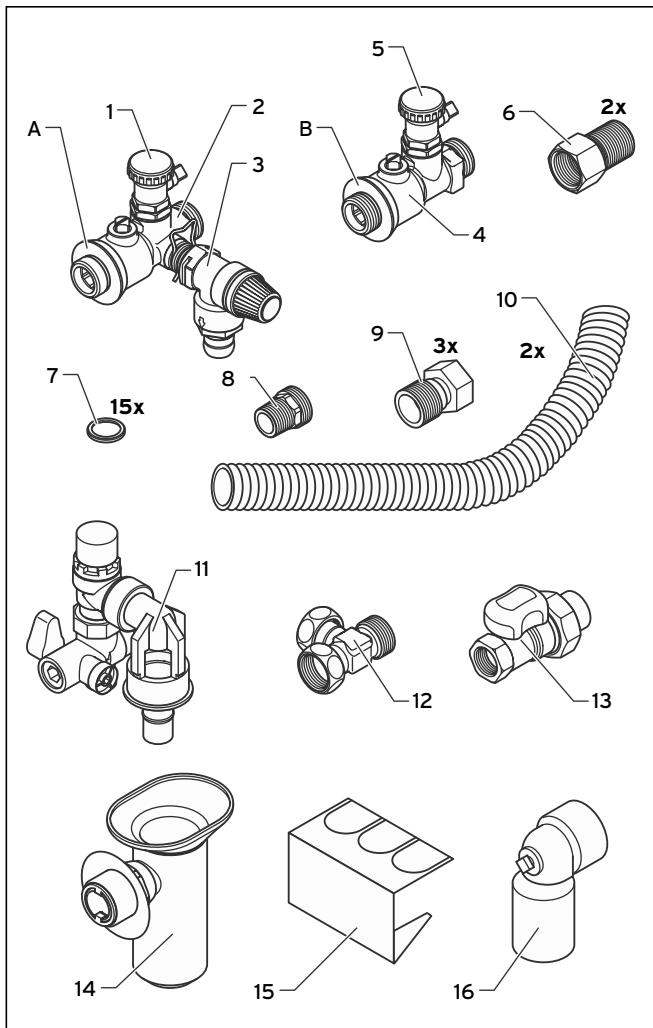

Рис. 4.1 Объем поставки
На основе рис. 4.1 и следующей спецификации перед монтажом проверьте принадлежности на комплектность:
Краны ЗОК предварительно монтированы на сервисных кранах. Не демонтируйте ни один из двух кранов ЗОК (1, 5, см. рис. 4.1), т.к. это может приводить к негерметичности.
- Подведите линию со стороны дома для подающей линии отопительного контура к соединителю (9) и, обработав пенькой, вставьте.
- Посредством сливного шланга (10, см. рис. 4.6) установите соединение между предохранительным клапаном (3, см. рис. 4.1) и сливной воронкой (14, см. рис. 4.1).